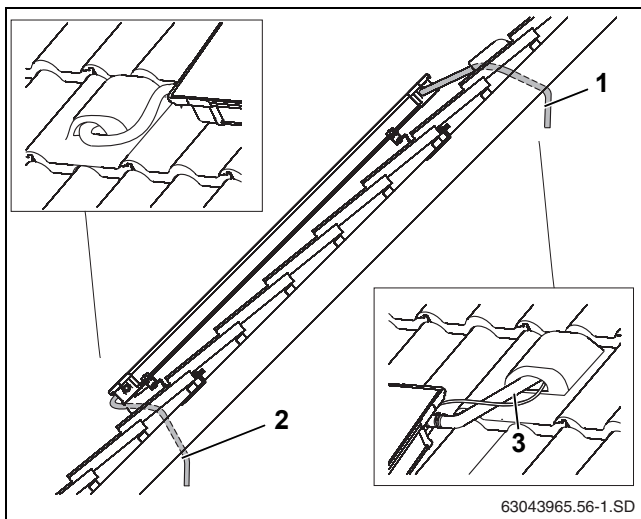

Fig. 47 Introducir los tubos de conexión por debajo del tejado
- Introduzca el tubo de conexión junto con el cable de la sonda a través de la teja de ventilación (Fig. 47, [1]) y del aislamiento del tejado.